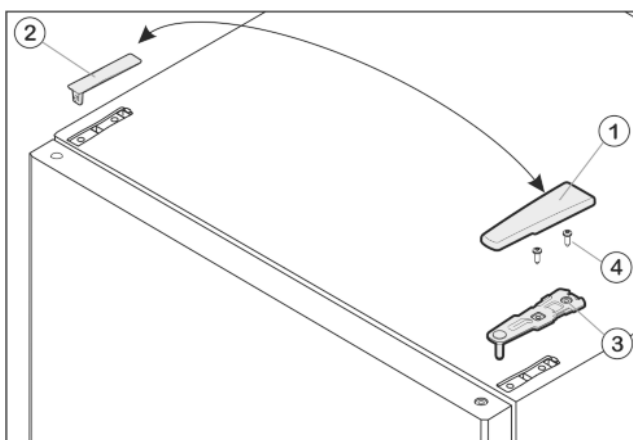

Fig. 8
- ▶ Enlever le cache Fig. 8 (1) vers l'avant et vers le haut.
- ▶ Retirer le cache Fig. 8 (2).
- ▶ Dévisser le support d'appui supérieur Fig. 8 (3) (2 Torx® 25) Fig. 8 (4) et retirer vers le haut.
- ▶ Placer le support d'appui supérieur *Fig. 8 (3)* sur le nouveau côté charnière de porte.
- ▶ Visser le support d'appui supérieur à fond (avec **4 Nm**) (2 Torx® 25) *Fig. 8 (4)*. Pointer les trous de vissage ou utiliser une visseuse sans fil.
- ▶ Faire encliqueter le cache *Fig. 8 (1)* et le cache *Fig. 8 (2)* du côté opposé.